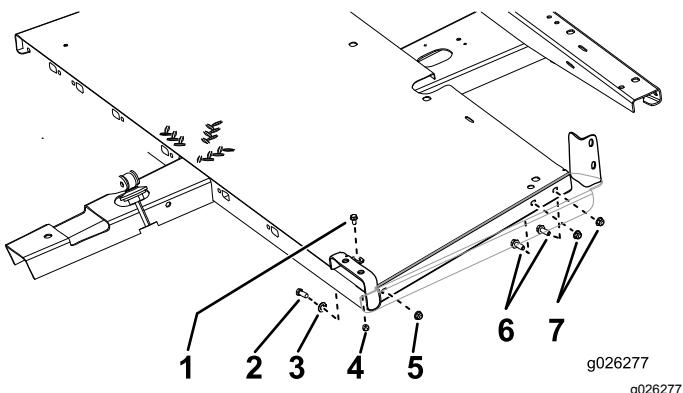

Рисунок 4
- Прикрепите напольные панели к раме, как показано на Рисунок 4.